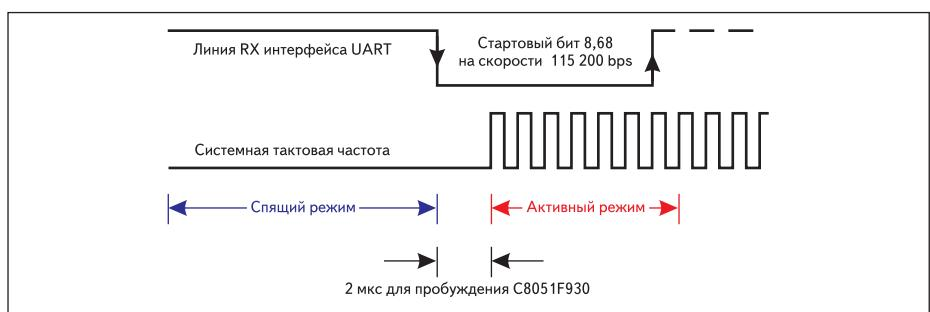

Рис. 4. Пробуждение микроконтроллера при получении данных по UART
5. При ожидании событий (прихода данных по UART, SPI либо SMBus/I²C) в режиме сна необходимо использовать функцию формирования прерывания при появлении заданного уровня на линиях ввода/вывода (Port Match). Так, например, если микроконтроллер находится в спящем режиме, для которого время «просыпания» 2 мкс, то, например, при получении по интерфейсу UART стартового бита, длина которого ~8,68 мкс на скорости 115 200 бод, микроконтроллер успеет «проснуться» и будет готов для приема посылки данных (рис. 4).